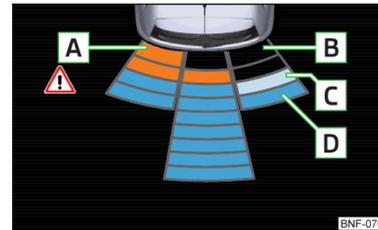

Abb. 96
## Bildschirmanzeige » Abb. 96
- A** Ein im Kollisionsbereich erkanntes Hindernis wird durch das orangefarbene Segment dargestellt » Abb. 96. 🚫 Die Fahrt in Richtung Hindernis nicht fortsetzen!
- ▶ Durch die Fingerberührung des Bildschirms des Multifunktionsgeräts » Abb. 96.